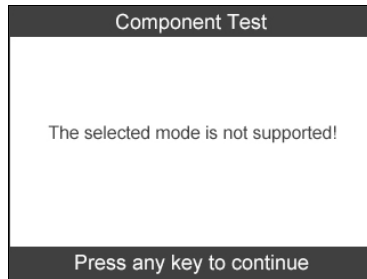

Abbildung 6.26
- Einige Fahrzeuge lassen es nicht zu, dass Scan-Tools Fahrzeugsysteme oder Komponenten kontrollieren. Unterstützt das Fahrzeug keine EVAP-Dichtigkeitstests, wird eine Infomeldung angezeigt. (Abbildung 6.26)